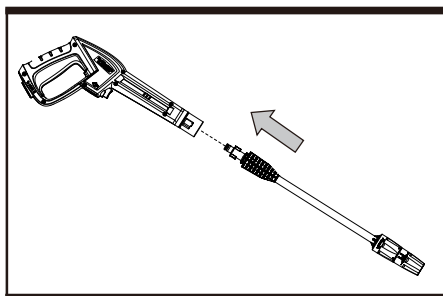

Рис. E3
3. Вставьте трубку в пистолет и поверните ее на 1/4 оборота (см. рис. E3, E4).